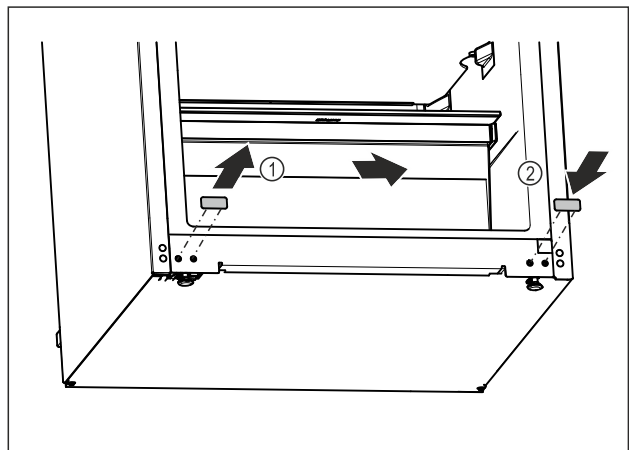

Fig. 16
- Tõmmake kattekorgid välja. Fig. 16 (1)
- Pange kattekorgid vastasküljel sisse. Fig. 16 (2)